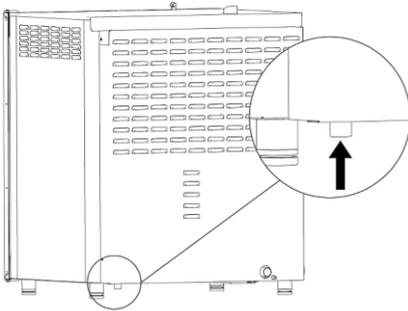

Abb. 4
- Schließen Sie den mitgelieferten Wasserzulaufschlauch an das Anschlussstück (3/4") des Gerätes an. Sitz des Anschlussstückes: hinten rechts unterhalb des Gerätes (Abb. 4).